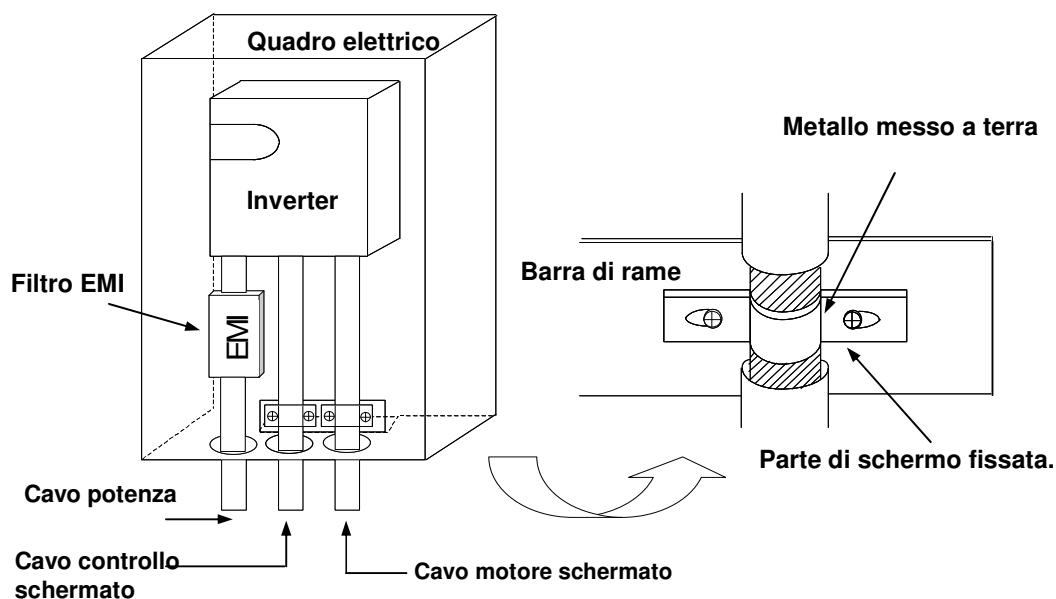

Fig.6-2
- (1) Installare l'inverter in un quadro elettrico e mettere il filtro EMI sui cavi di alimentazione di potenza come mostrato in Fig. 6-2.
- (2) I cavi di potenza dell'alimentazione e del motore esterni al quadro elettrico dovrebbero essere schermati e di lunghezza la più corta possibile. Collegare elettricamente lo schermo al morsetto di terra del motore.
- (3) Non è necessario usare cavi schermati per i cavi di controllo interni al quadro elettrico. Comunque, assicurarsi che il cavo di alimentazione del filtro EMI e quello del motore siano le più corte possibili e separali tra loro il più possibile.
- (4) Al fine di ridurre le emissioni dei disturbi dovute ai cavi, mettere a terra lo schermo dei cavi di alimentazione e del motore all'interno del quadro elettrico con un morsetto metallico.
- (5) Usare cavi schermati per i segnali di controllo del drive e mettere a terra lo schermo all'interno del quadro elettrico tramite morsetti metallici.